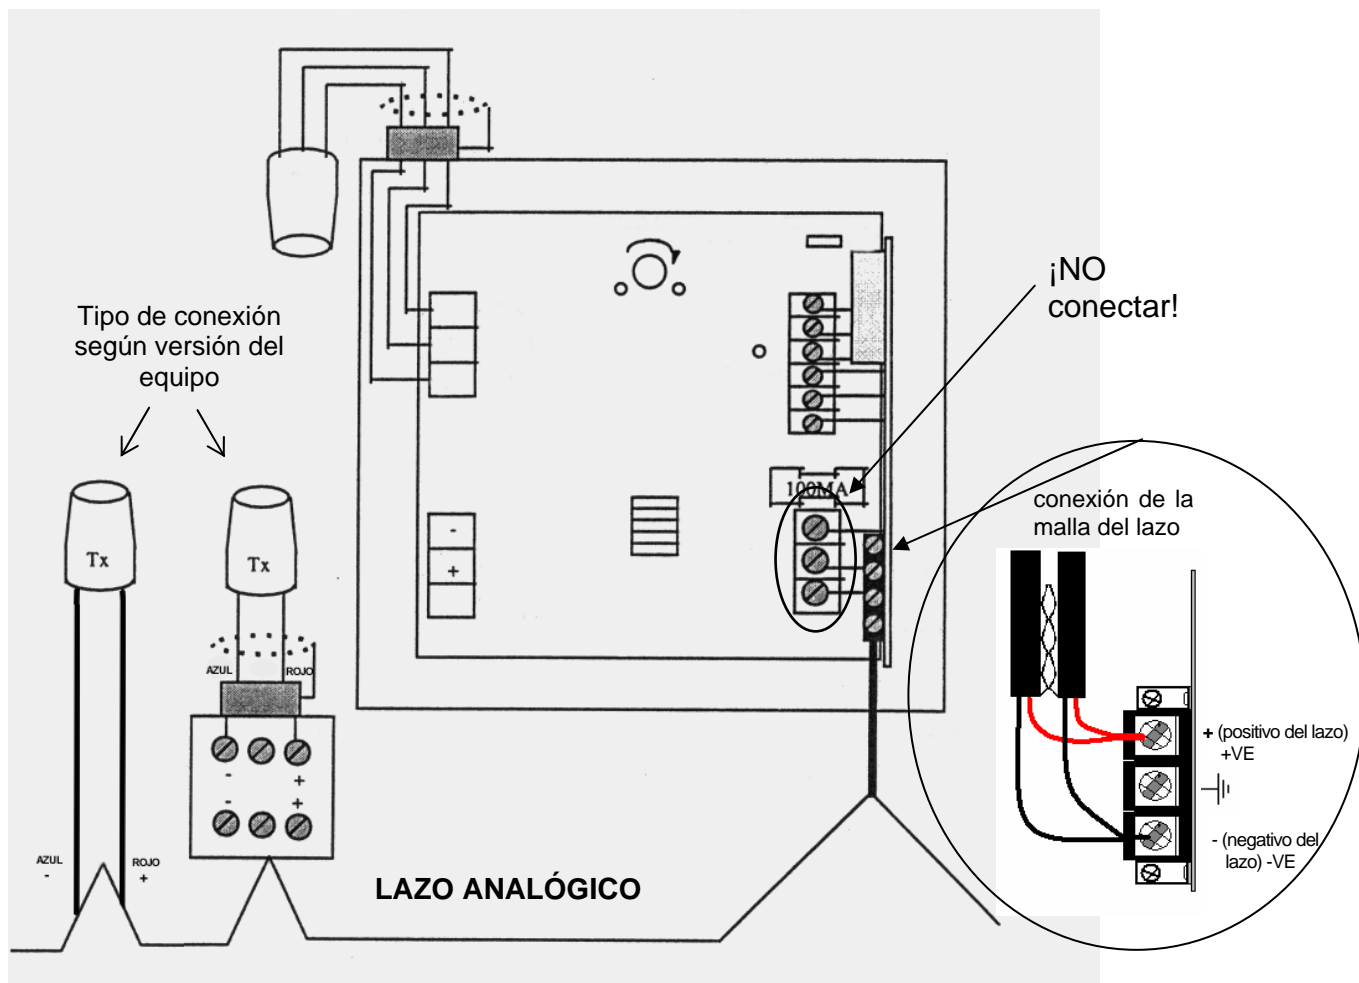

Figura 1
Tras la indicación de una Avería, la unidad de control se rearma automáticamente siempre y cuando la causa de la avería haya desaparecido. En caso de alarma, la señal puede seleccionarse para que sea autorrearmable o enclavada (mediante el selector "ALARM LATCH" (alarma enclavada). Ver figura 1.
1. El F2000D indicará avería en el último nivel, pero si la señal continúa debilitándose, indicará una condición de alarma de incendio. (Sólo para uso en el Reino Unido). Deje el selector marcado como "COMP" si utiliza esta opción. (Ver figura 1).
2. El F2000D indicará avería e inhibirá el circuito de alarma de incendio en el último nivel de ganancia. Cierre el selector marcado "COMP" (compensación) si utiliza esta opción. (Ver figura 1).
2. Dispone de orificios (troqueles) situados en la parte superior, inferior y caras laterales del Controlador para la entrada de cables. En la cara posterior hay cuatro orificios de 7 mm de diámetro para fijar la cabina a la estructura del edificio. Las conexiones de cable se especifican en una etiqueta situada en la parte interior de la puerta del Controlador. Ver la figura 1.
4. Instale todos los cables y realice las conexiones tal y como se indica en la figura 1. (Las cabezas de los detectores se suministran con 1 m de cable que debería continuarse adecuadamente con el resto de la instalación del Sistema).